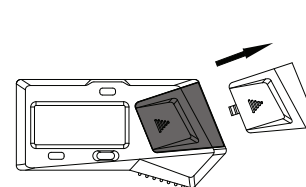

Fig. 1
- Rimuovere il coperchio della batteria (fig.1)